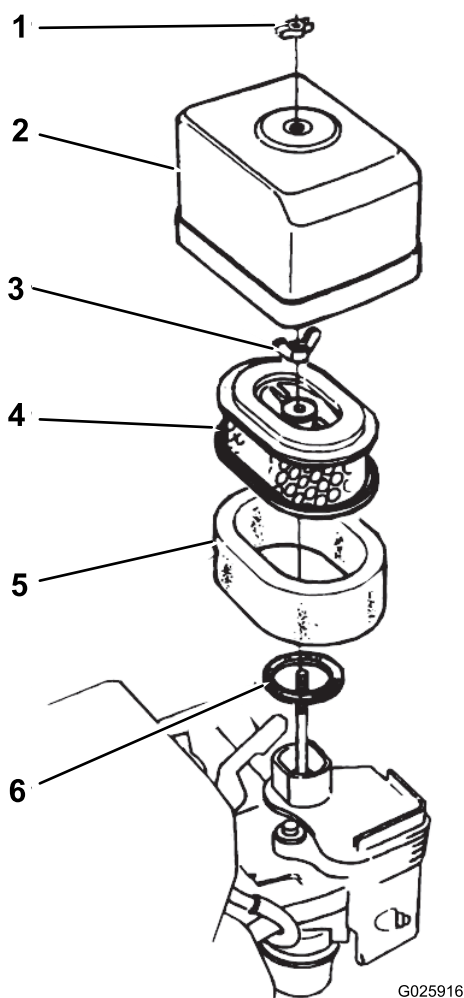

図 31
2. エアクリーナカバーをエアクリーナ本体に固定している蝶ナットを取り、カバーを外す 図 31。
5. エアクリーナにエアクリーナのカバーを取り付ける蝶ナットを使用 図 31。
1. エアクリーナカバーをエアクリーナ本体に固定している蝶ナットを取り、カバーを外す 図 31。
2. エアフィルタの蝶ナットを取り、フィルタを外す 図 31。
3. ペーパーフィルタからスポンジ元素を外す 図 31。
1. ペーパーELEMENTにスポンジELEMENTを取り付ける 図 31。
2. ガasketが磨耗や破損していないか点検する 図 31。
3. ガasketをキャブレターの吸気口に正しく取り付ける 図 31。
4. エアフィルタのELEMENTをキャブレターに蝶ナットで取り付ける 図 31。
5. もう一つの蝶ナットで、エアクリーナカバーをキャブレターに取り付ける 図 31。